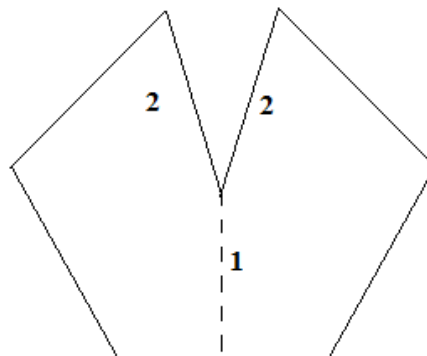

Figure 49 : Patron de l'attelle de pouce papillon
- **1** : la longueur allant de l'IP* du pouce jusqu'au bas du pli des MP* en suivant bien la 1^{ère} commissure (Figure 49) ;
- **2** : la largeur de la main en passant au niveau des MP* (Figure 49).
Ce sont les deux mesures les plus importantes à reporter sur le patron, pour le reste il faut suivre la forme globale du papillon (Figure 49).